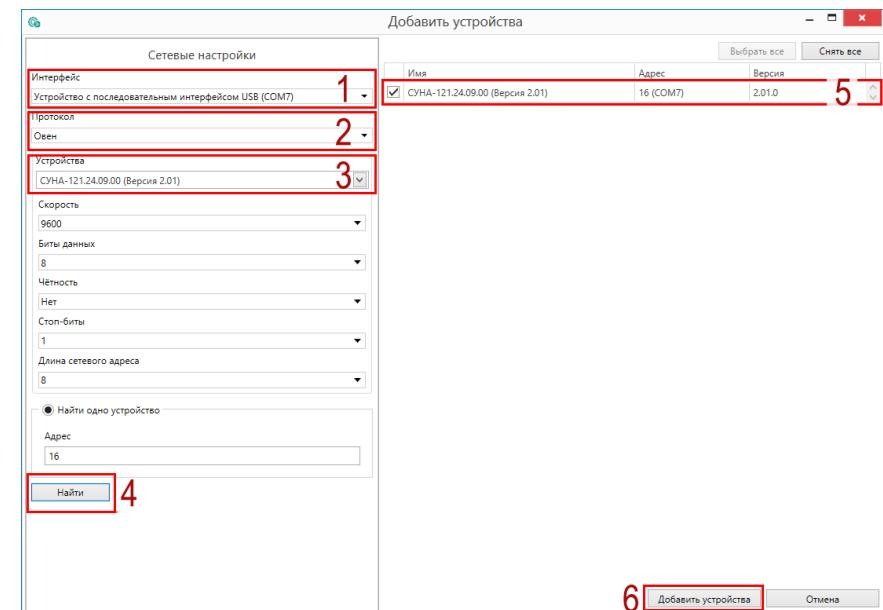

Рисунок 11.1 – Настройки связи с устройством
6. Выбрать интерфейс «Устройство с последовательным интерфейсом USB» (см. рисунок 11.1, 1). Номер СОМ порта, присвоенный прибору можно узнать в Диспетчере устройств Windows.
7. Выбрать протокол **ОВЕН** (см. рисунок 11.1, 2).
8. Выбрать устройство (Пункт 3 на рисунок 11.1). Модификация прибора указана на боковой стороне прибора.
9. Выбрать «Найти одно устройство», если добавляется один прибор. Запустить поиск нажатием на кнопку «Найти» (см. рисунок 11.1, 4).
10. Выделить найденное устройство (см. рисунок 11.1, 5).
11. Добавить устройство в проект Конфигуратора по нажатию кнопки «Добавить устройства» (см. рисунок 11.1, 6).
1. Нажать на кнопку **Обновить устройство** в контекстном меню выбранного устройства или в главном меню. Откроется диалоговое окно для смены встроенного ПО устройства. Допускается обновление одного или нескольких устройств. Устройства следует выделить в области устройств (см. рисунок 11.1, 5) и выбрать **Обновить устройство** в контекстном меню или главном меню.